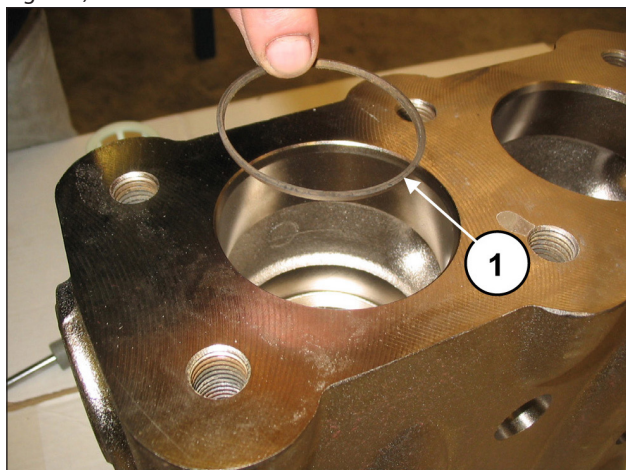

Fig. 113
Insira o anel anti-extrusão, pos. de explosão nº. 4 (pos. ①, Fig. 113).